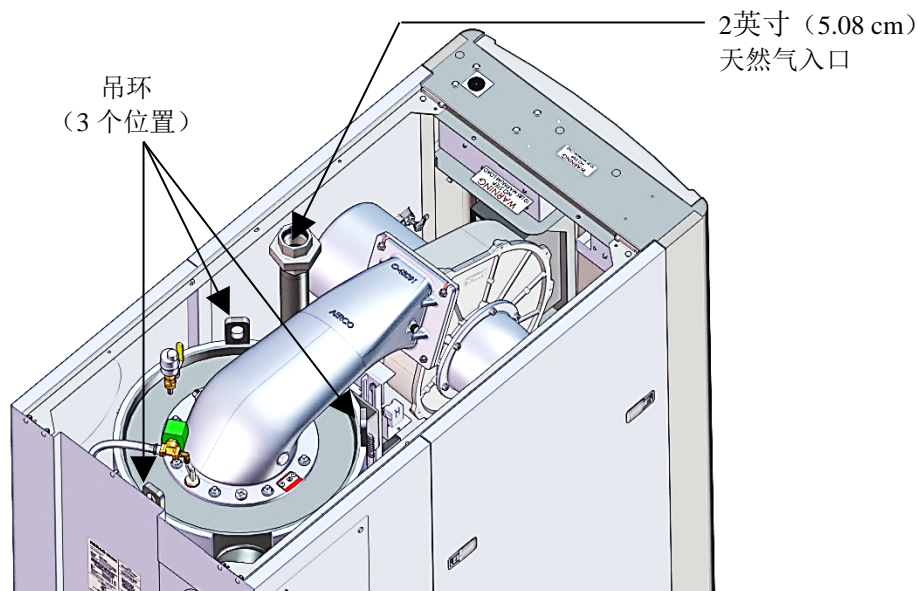

图 2-2：锅炉提升设施
在主热交换器的顶部提供了三 (3) 个提升吊耳，如图 2-2 所示。卸下设备的顶板，以便使用提升吊耳。
基准系列 2500 和 3000 设备在设备顶部包含一个 2 英寸 (5.08 cm) NPT 天然气入口连接，如图 2-2 和 2-3 所示。